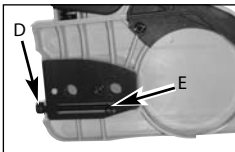

Рис. 3D
3. С помощью отвертки поверните регулировочный винт (D) ПРОТИВ ЧАСОВОЙ СТЕЛКИ, пока выравнивающий штифт (Е) (выступающее острие) не достигнет своего предельного положения (Рис. 3D).